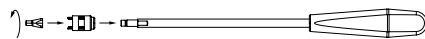

Рис. 8
- Осуществить монтаж инструмента для установки блокирующих гаек вручную, см. Рис. 8.